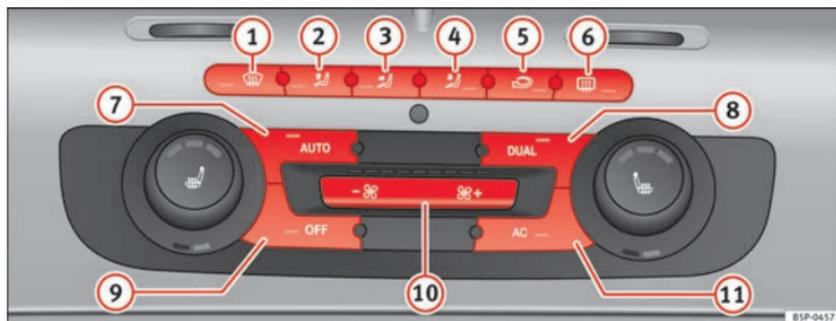

Fig. 110 Comandos do 2C-Climatronic no painel de instrumentos
- Rode os manípulos de regulação da temperatura ⇒ Fig. 110 para ajustar a temperatura do lado esquerdo e direito, respectivamente.
- Premir o botão  ⇒ Fig. 110. Aparece „AUTO High“ no visor do rádio (velocidade do ventilador alta).
- Premir de novo o botão  ⇒ Fig. 110. Aparece „AUTO Low“ no visor do rádio (velocidade do ventilador baixa).